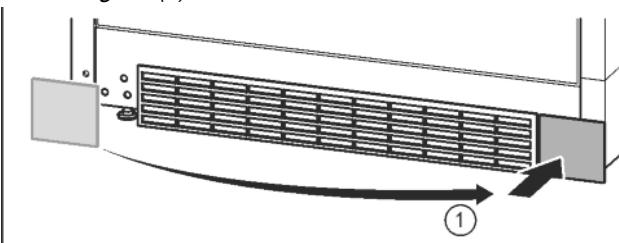

Fig. 15
- Снять крышку и поставить с другой стороны. *Fig. 15 (1)*
- Установить опорный кронштейн с другой стороны и прикрутить с помощью отвертки T25. Начинать с винта 2 в центре. *Fig. 15 (2)*
- Затянуть винты 3 и 4. *Fig. 15 (3, 4)*
- Снова установить опорный палец в сборе. При этом следить за тем, чтобы выступ фиксатора был направлен назад. *Fig. 15 (5)*